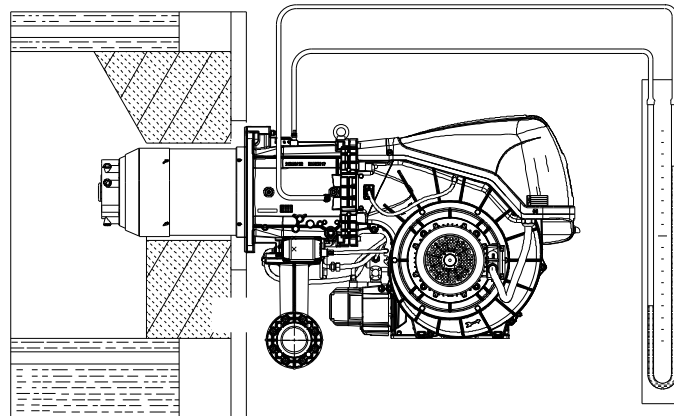

Fig. 29
- Monter un manomètre en U ou un manomètre de type différentiel (Fig. 29), avec prise (+) sur la pression du gaz du manchon et (-) dans la chambre de combustion.
L'arrivée de gaz au manchon est mise en évidence sur le manomètre en U (Fig. 29).